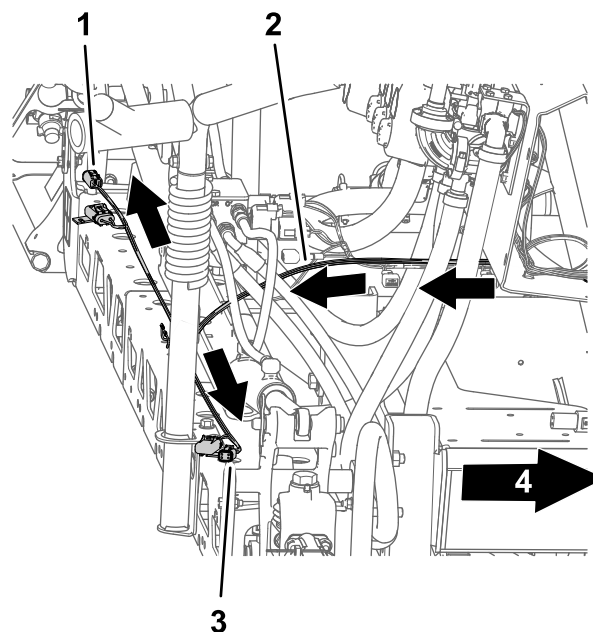

Figura 45
3. Enrute el arnés de cables del kit hasta la sección de fumigación central (Figura 45) como se indica a continuación: